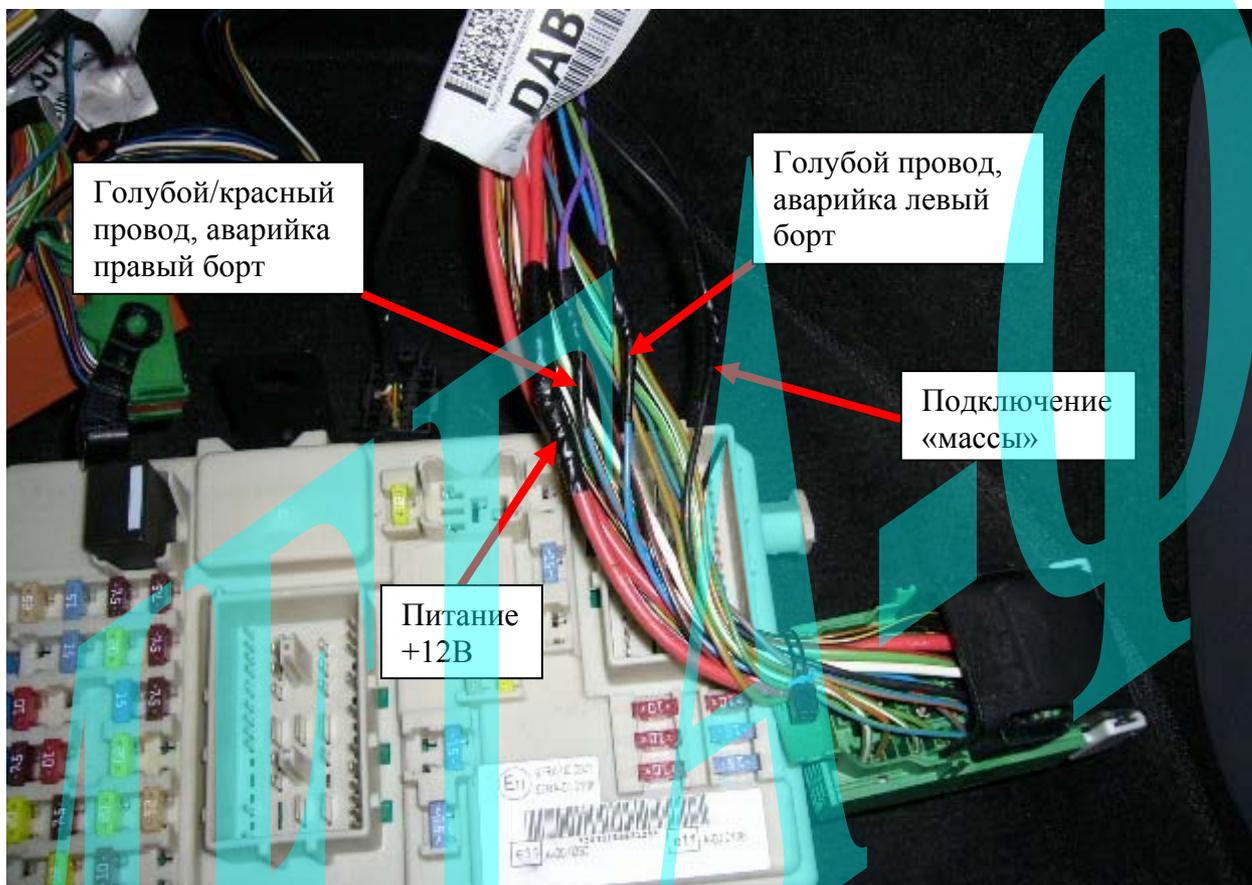

Рис. 2: Подключение аварийной сигнализации и питания системы.
проводам расположенным в жгутах зеленого 41-контактного разъема монтажного блока. См. рис. 2.
Питание +12 В можно взять с красного провода зеленого 41-контактного разъема монтажного блока. См. рис. 2. К этому проводу подключаем красный провод разъема CN1 системы Scher-Khan Magicar 5 (A) через предохранитель 30 А (входит в комплект).
В качестве «массы» можно использовать любую удобную точку подключения на корпусе автомобиля. В эту точку следует надежно подключить черный провод разъема CN1 системы Scher-Khan Magicar 5 (A). Возможно подключение к черному проводу зеленого 41-контактного разъема монтажного блока. См. рис. 2.